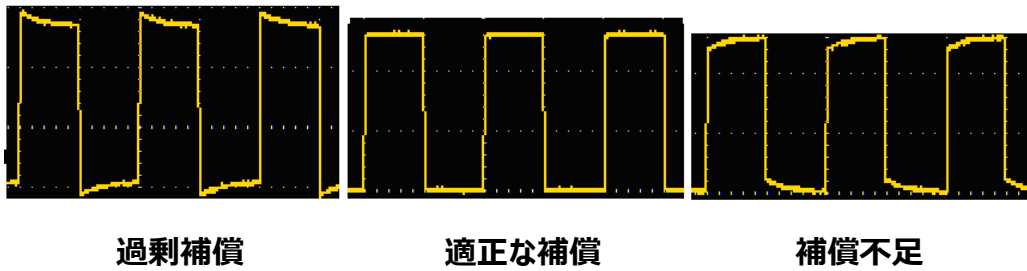
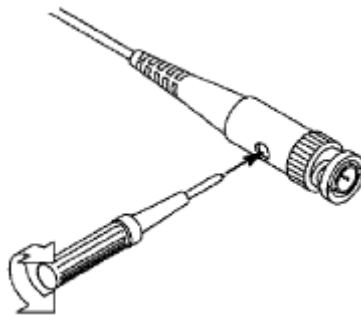

Figure 3-6 プローブ補償のときの表示波形
Figure 3-7 プローブ補償調整
2. 表示される波形を確認しながら、プローブの補償調整用トリマを回して適正になるように調整します。（*Figure 3-6* と *Figure 3-7* 参照）